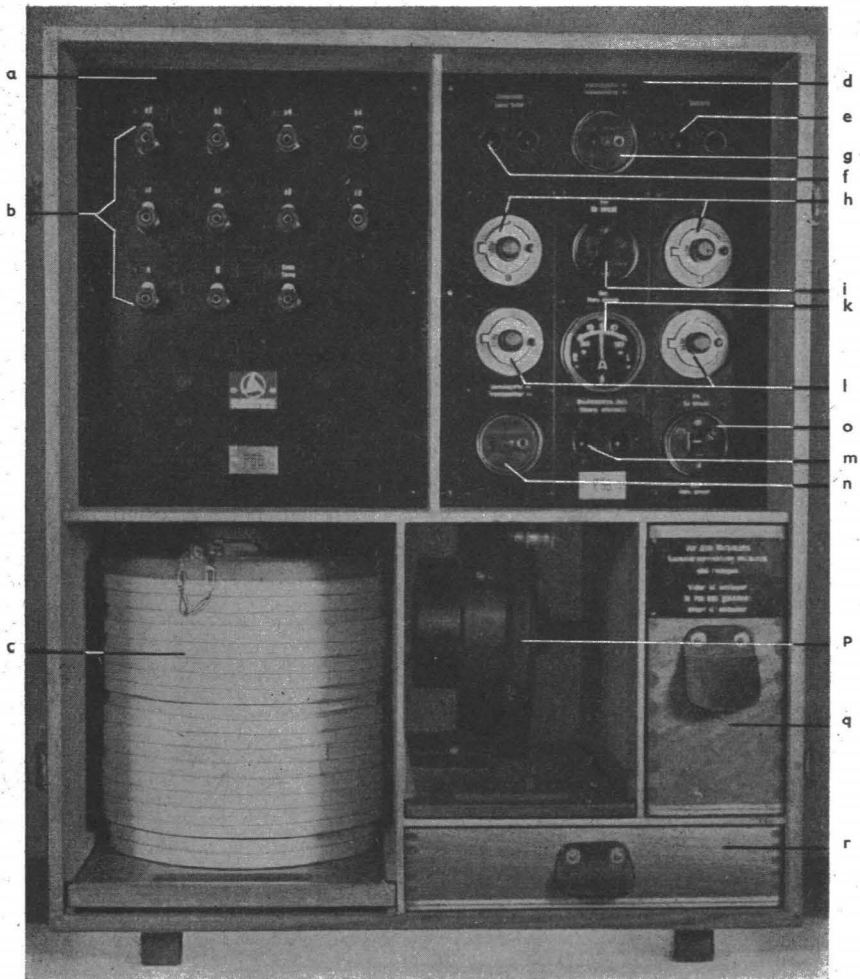

Bild 7
11. Das Stromanschlußgerät (Bild 7) (Kiste C):